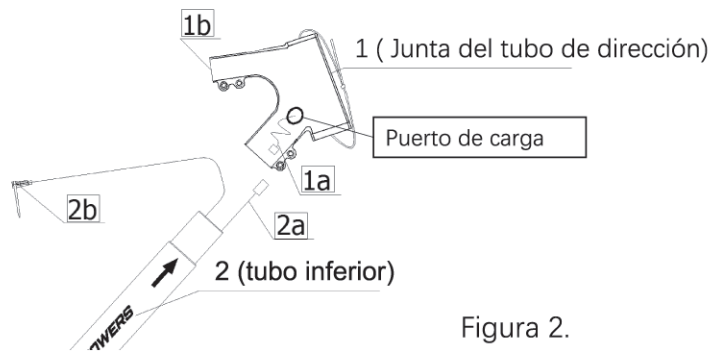

Figura 2.
a. Asegúrese de que el puerto de carga de la Parte 1 esté orientado hacia usted, como se muestra en la Figura 2.